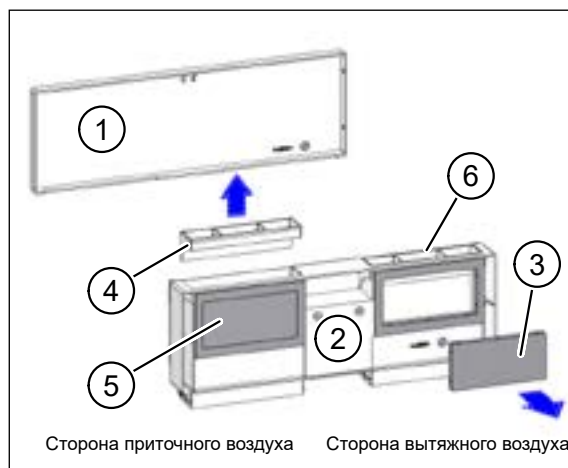

Рис. 42: Подготовить адаптер - вид сзади
С помощью опционального адаптера M-WRG-II KA-UP к вентблоку можно подключить системы плоских каналов или гибких труб со стороны вытяжного воздуха (пример на рис. 42), со стороны приточного воздуха или с обеих сторон. При этом адаптер необходимо подготовить в зависимости от выбранной конфигурации.
- ▶ Снимите крышку (поз. 1 на рис. 42) с адаптера (позиция 2 на рис. 42).
- **Подключение воздуховода только со стороны вытяжного воздуха:** снимите заслонку со стороны вытяжного воздуха (поз. 3 на рис. 42) и чехол воздуховода на стороне приточного воздуха (поз. 4 на рис. 42).
- **Подключение воздуховода только со стороны приточного воздуха:** снимите заслонку со стороны приточного воздуха (поз. 5 на рис. 42) и чехол воздуховода на стороне вытяжного воздуха (поз. 6 на рис. 42).
- **Подключение воздуховодов с обеих сторон:** снимите обе заслонки со стороны вытяжного воздуха (поз. 3 на рис. 42) и стороны приточного воздуха (поз. 5 на рис. 42). Оба чехла воздуховодов (позиции 4 и 6 на рис. 42) остаются в адаптере.